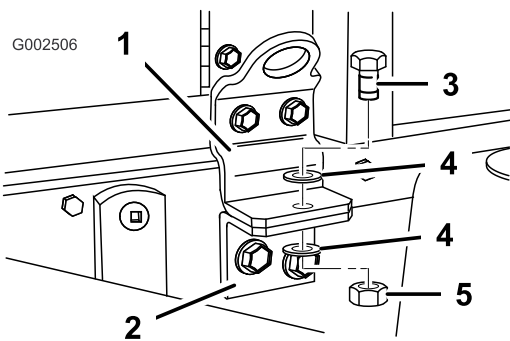

Figura 5
- Retire los pernos de seguridad de la parte delantera del patín (Figura 5).